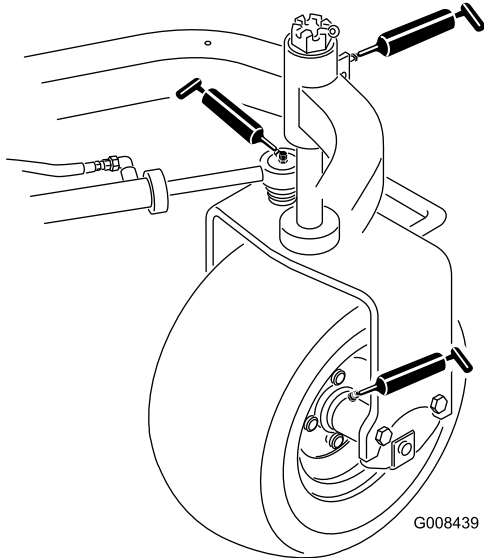

Bild 28
- Hinterradnabe (1) (Bild 28)
- Laufradlager (1) (Bild 28)
- Lenkzylinder (2) (Bild 28)